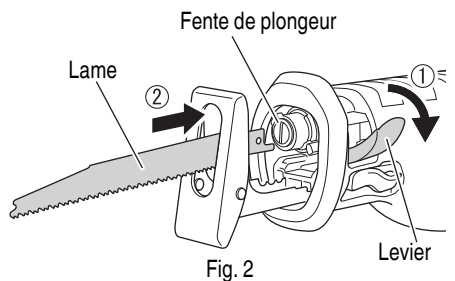
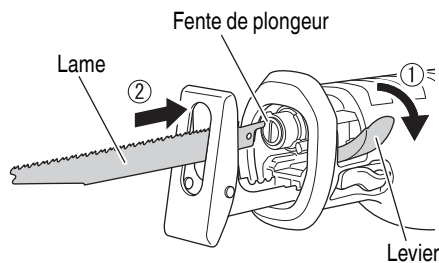

Fig. 2
Fig. 3
- (1) Couper l'interrupteur et débrancher la fiche de la prise.
- (2) Pivoter le levier pour ouvrir le serre-lame.
- (3) Insérer la lame à fond dans la petite fente, à l'extrémité du plongeur, en pivotant sur le levier. Il est possible d'orienter la lame vers le haut ou vers le bas. (Fig. 2, Fig. 3)